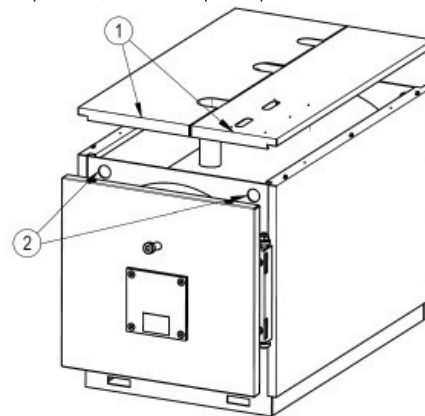

рис. 5
5.2.1 Для моделей PREXTHERM RSW 92N÷600N (рис. 5)